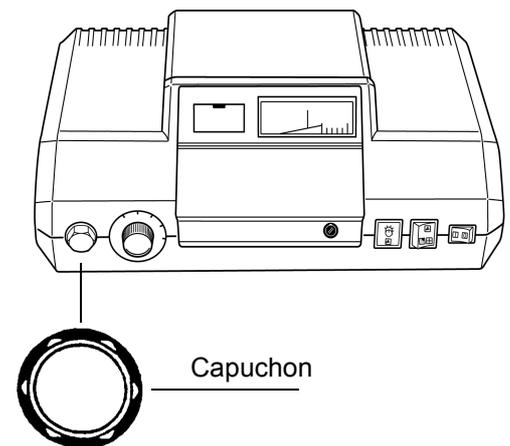

Fig. 3
- Pour débloquer le limiteur de température de sécurité, dévisser le capuchon sur le STB et pousser sur le bouton de réarmement situé en-dessous (fig. 3).